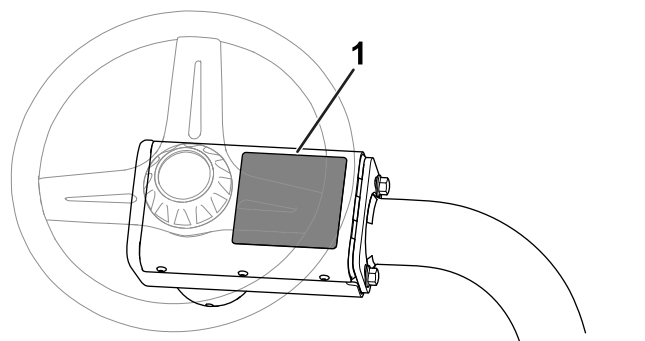

Рисунок 12
- **Предупреждающая наклейка СЕ:** прикрепите предупреждающую наклейку СЕ (№ по кат. 139-8321) поверх имеющейся предупреждающей наклейки (№ по кат. 139-8320) на колпачке рулевого колеса; см. Рисунок 12.